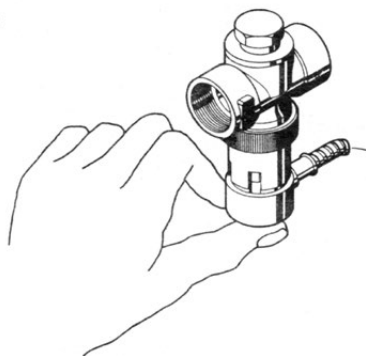

Fig.13 Sécurité d'écoulement thermique
- Presser le capuchon rouge contre la soupape (Fig.13) > l'eau doit s'écouler dans l'entonnoir.